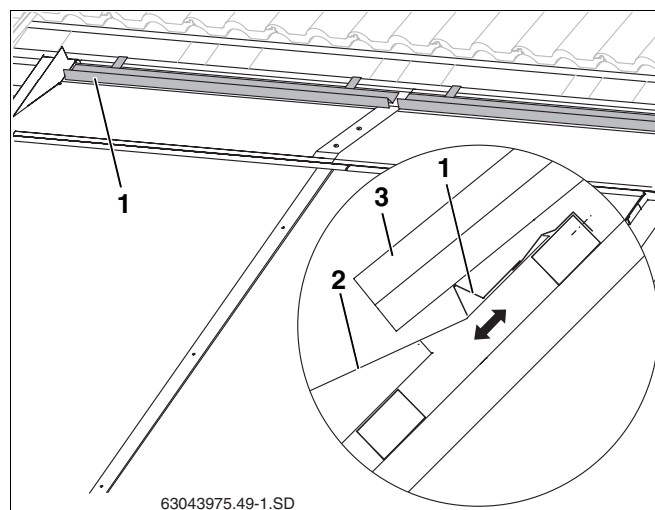

Fig. 60 Disporre e fissare il supporto coppo
- esso copra il profilo d'integrazione (fig. 60, **pos. 2**) nella maniera più ampia possibile, ma senza toccarlo.
- ▶ Disporre il supporto coppo (fig. 60, **pos. 1**) nella posizione calcolata e fissarlo al listello da tetto.
- ▶ Appoggiare i coppi tagliati (fig. 60, **pos. 3**).